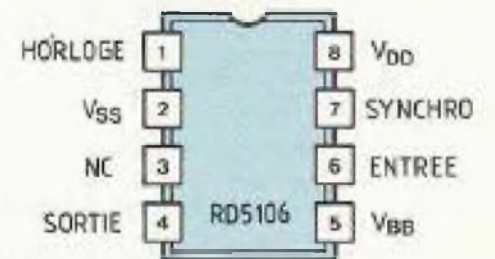

Fig. 7 : Brochage du RD 5106 idem pour RD 5107 et RD 5108.
- les boîtiers 8 et 16 broches ont laissé la place à un boîtier DIL-8 à brochage unique et compatible avec les versions à 256, 512 et 1 024 étages, qui sont donc interchangeables (fig. 7) ;